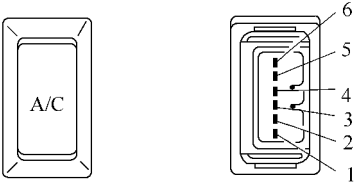

图 19-53 开关和接插件
(2) 检查后 A/C 开关。其开关和接插件如图 19-53 所示。其端子的导通情况见表 19-14。